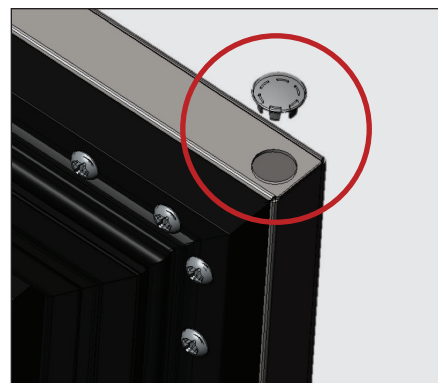

Рис. 11. Вставьте заглушку.
7. Вставьте заглушку в верхнюю часть двери (см. рис. 11). Проверьте правильность функционирования двери.